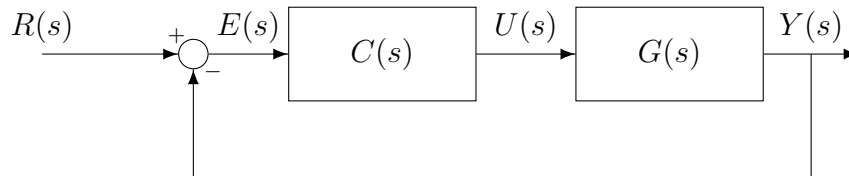

Figura 1: Diagrama de blocos de um sistema de controle tradicional.
A arquitetura de controle que será considerada é a forma clássica conforme o diagrama de blocos da Figura 1, onde  $C(s)$  representa o bloco compensador a ser projetado.
Agora, vamos considerar que a planta está sendo controlada conforme a arquitetura da Figura 1, onde o compensador é definido como sendo  $C(s) = K$ . Neste contexto, faça as seguintes tarefas:
- (c) Utilizando o MATLAB/Simulink, construa o digrama de controle da Figura 1 e obtenha por simulação a resposta do sistema em malha-fechada para uma referência do tipo degrau. Teste o controle com  $K = 1$  e também com o valor crítico determinado no item (a). Compare os resultados obtidos com as previsões teóricas anteriores.